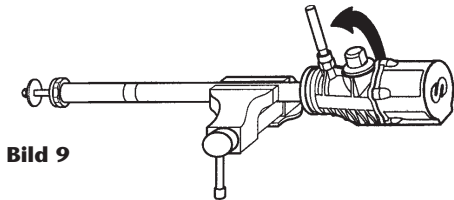

Bild 9
- Mit Hilfe einer Gewindestange (Bild 9) den Motorkörper vom Saugrohr trennen und ganz abschrauben, so daß die Verbindungsmutter sichtbar ist.